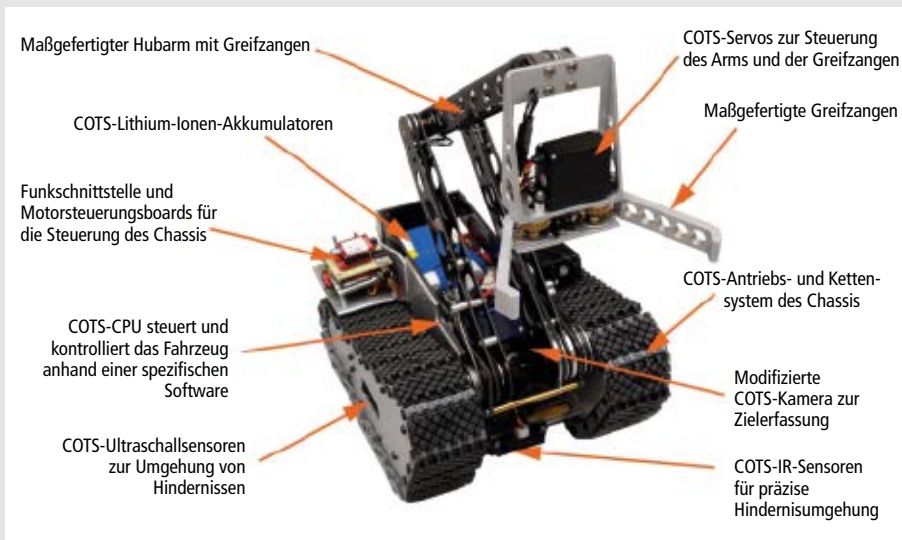

Abb. 2: Alle Funktionen des MARV mussten von einem Akkumulator angetrieben werden.
- Geringer Energieverbrauch: Alle Funktionen des MARV mussten von einem Akkumulator angetrieben werden (Abb. 2). „Der autonome Bilderkennungsalgorithmus der Icon M640-Kamera ist ideal für eine Anwendung in der Robotertechnik mit begrenzten Platzverhältnissen und niedrigem Stromverbrauch geeignet“, bemerkte Kenji Tashiro, ein Forschungswissenschaftler von Teledyne Scientific, der an dem Projekt beteiligt war.